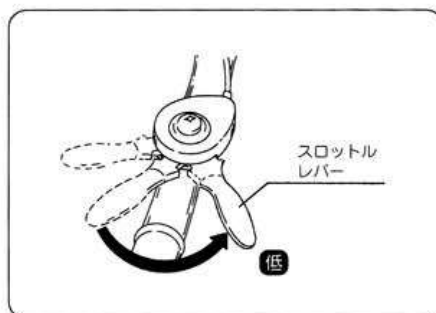

図13
- ② スロットルレバーを「低速」位置にもどします。(図13)